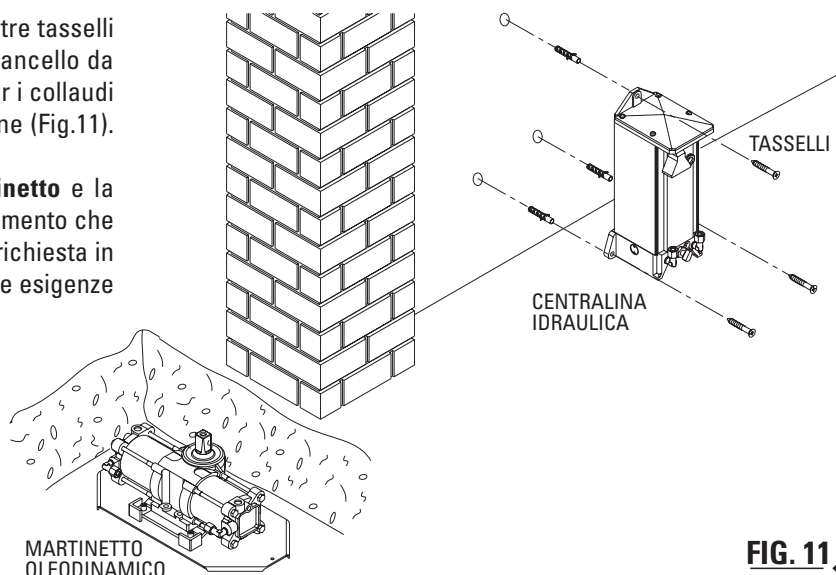

FIG. 11
- La **Centralina Idraulica** va fissata a parete mediante tre tasselli ancoranti (non in dotazione), possibilmente vicino al cancello da aprire e in maniera tale da poter operare facilmente per i collaudi e regolazioni durante il proseguimento dell'installazione (Fig.11).